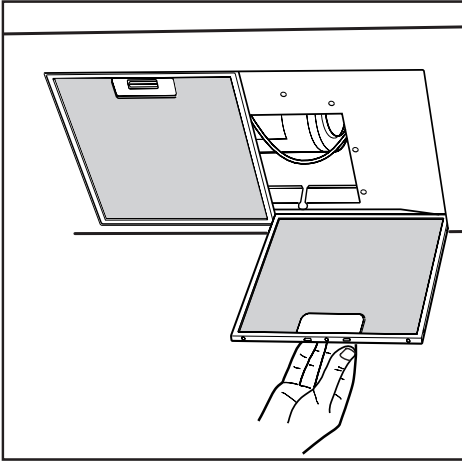

Fig.8
- Минимальная дистанция между опорной нагреваемой плоскостью и нижней частью кухонного дымооса должна быть не менее 65 см. Если применяется соединительная труба из двух и более частей, то верхняя часть должна располагаться снаружи нижней части. Не соединять выброс из вытяжки с каналом циркуляции горячего воздуха или с каналом, используемым для отвода дыма от устройств, запитываемых иной энергией кроме электрической. Перед тем как приступить к сборке устройства, для облегчения его монтажа отсоедините фильтр/жироулавливающий фильтр (рис.8).